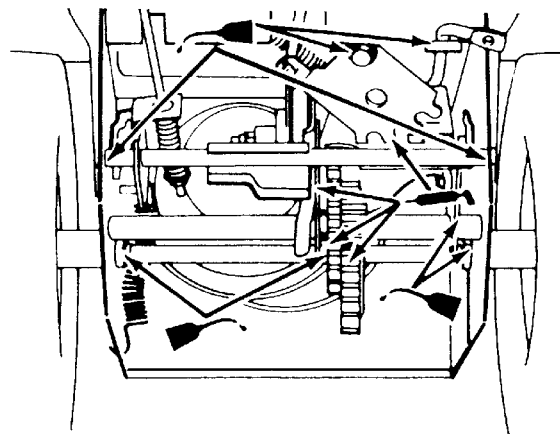

Figure 30
5. Lubrifiez légèrement la déneigeuse avec de l'huile légère comme illustré à la Figure 30.
6. Graissez la déneigeuse comme illustré à la Figure 30.